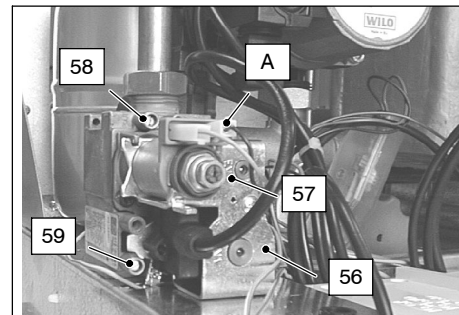

fig. 7.2
Dopo ogni misurazione delle pressioni gas, **richiudere bene** le prese di pressione utilizzate (59 e 58 in fig. 7.2). Dopo ogni operazione di regolazione gas **gli organi di regolazione della valvola devono essere sigillati**.
- 2 A caldaia spenta (fuori servizio), controllare la pressione di alimentazione utilizzando la presa 59 in fig. 7.2 e confrontare il valore letto con quelli riportati nella tabella **Pressioni di alimentazione gas** a pag. 17
- 4 Aprire la presa di pressione 58 in fig. 7.2 e collegare un manometro.
Per tarare la pressione al bruciatore agire sul dado in ottone dell'operatore modulante 57 in fig. 7.2 (ruotando in senso orario la pressione aumenta).
- 8 Sconnettere il filo di alimentazione "A" dell'operatore modulante 57. Fare attenzione che non vada a toccare le parti metalliche della caldaia fig. 7.2
Per tarare la pressione al bruciatore agire sulla vite in plastica tenendo fermo il dado in ottone dell'operatore modulante 57 in fig. 7.2 (ruotando in senso orario la pressione aumenta).